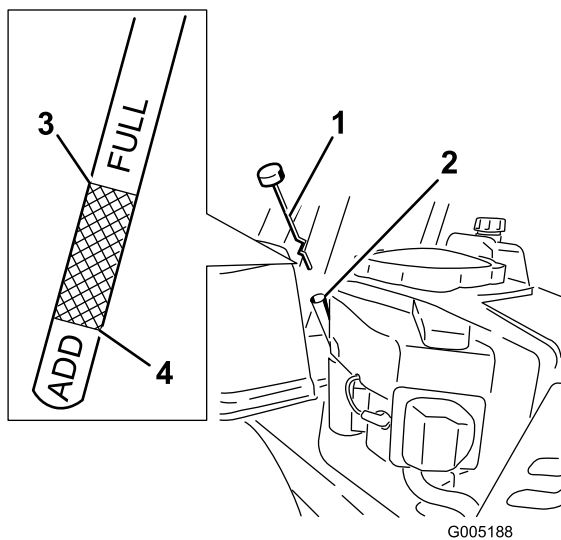

Figura 29
4. Retire el tapón de llenado/varilla de aceite y límpielo. Vuelva a colocar la varilla y empuje firmemente para asentarla en su lugar (Figura 29).
- Retire la varilla y compruebe el nivel de aceite. Figura 29.
- Retire el tapón de llenado/varilla (Figura 29).
- Vierta lentamente un 80% aproximadamente de la cantidad especificada de aceite por el tubo de llenado (Figura 29).
- Instale el tapón de llenado/varilla (Figura 29).
- Compruebe el nivel de aceite (Figura 29); consulte Verificación del nivel de aceite.
- Instale el tapón de llenado de aceite y apriételo firmemente. Figura 29